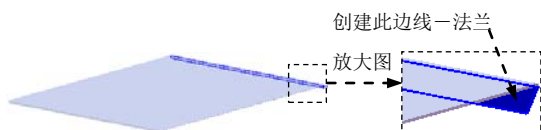
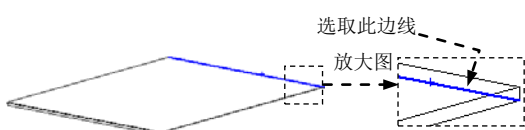

图 17.10.53 创建边线—法兰 2
图 17.10.54 定义特征的边线
Step3. 创建图 17.10.53 所示的钣金特征——边线—法兰 2。
(1) 选择命令。选择下拉菜单 **插入(I)** → **钣金(H)** →  **边线法兰(E)...** 命令。系统弹出“边线法兰”对话框。
(2) 定义特征的边线。选取图 17.10.54 所示的模型边线为生成的边线法兰的边线。
(3) 定义法兰参数。在 **角度(G)** 区域的  文本框中输入角度值 90.0。在“边线法兰”对话框 **法兰长度(L)** 区域的下拉列表中选择 **给定深度** 选项, 输入深度值 15.0。在此区域中单击